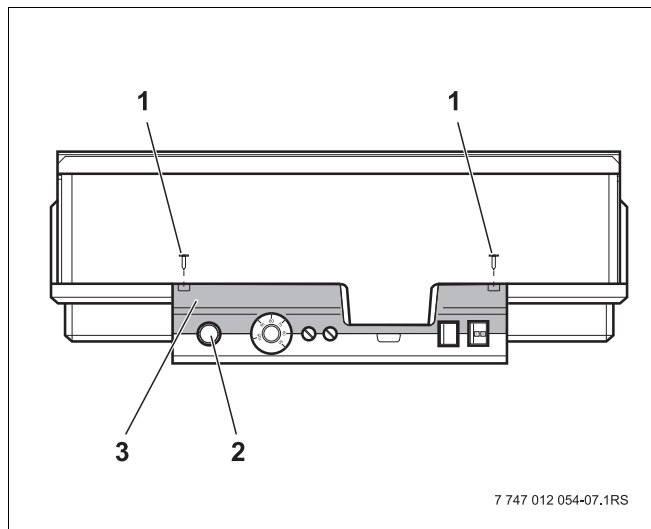

Рис.1 Система управления Logamatic 4...
- Для настройки температуры на предохранительном ограничителе (STB) (→ рис. 1, [2]) его нужно вынуть из корпуса.
- Для демонтажа предохранительного ограничителя температуры выверните два винта (→ рис. 1, [1]).
- Снимите крышку (→ рис. 1, [3]).
- Отверните защитный колпачок (→ рис. 1, [2]).